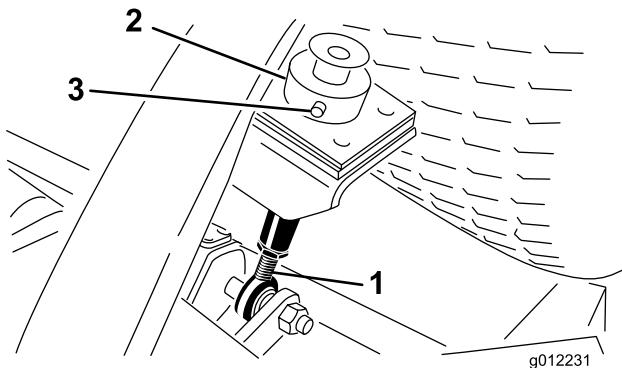

Figura 9
- Retire el pasador y la chaveta que fijan el collar de ajuste de la altura de corte a la varilla de ajuste de la altura de corte en la parte trasera de la unidad de corte (Figura 9).